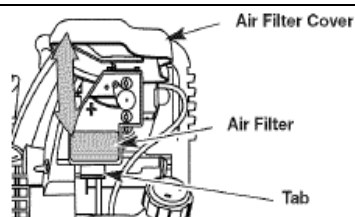

Рис. 24
1. Откройте крышку воздушного фильтра. Переместите язычок на нижней стороне крышки вперед. Затем потяните крышку воздушного фильтра на себя и вверх (Рис. 24).
- Установите на место крышку воздушного фильтра. Совместите пазы в верхней части крышки воздушного фильтра с язычками в верхней части задней стенки (Рис. 24).
- Опустите крышку вниз. Язычок на задней стенке воздушного фильтра должен защелкнуться в пазу крышки воздушного фильтра (Рис. 24).